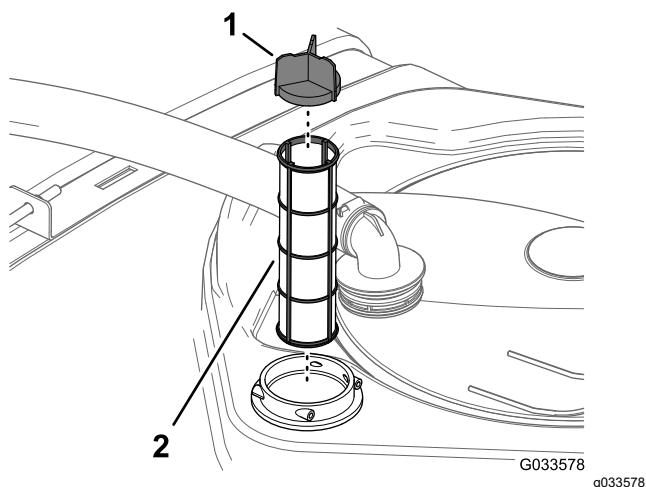

Figura 59
4. Îndepărtați filtrul de aspirație vechi din carcasa filtrului din rezervor (Figura 59).